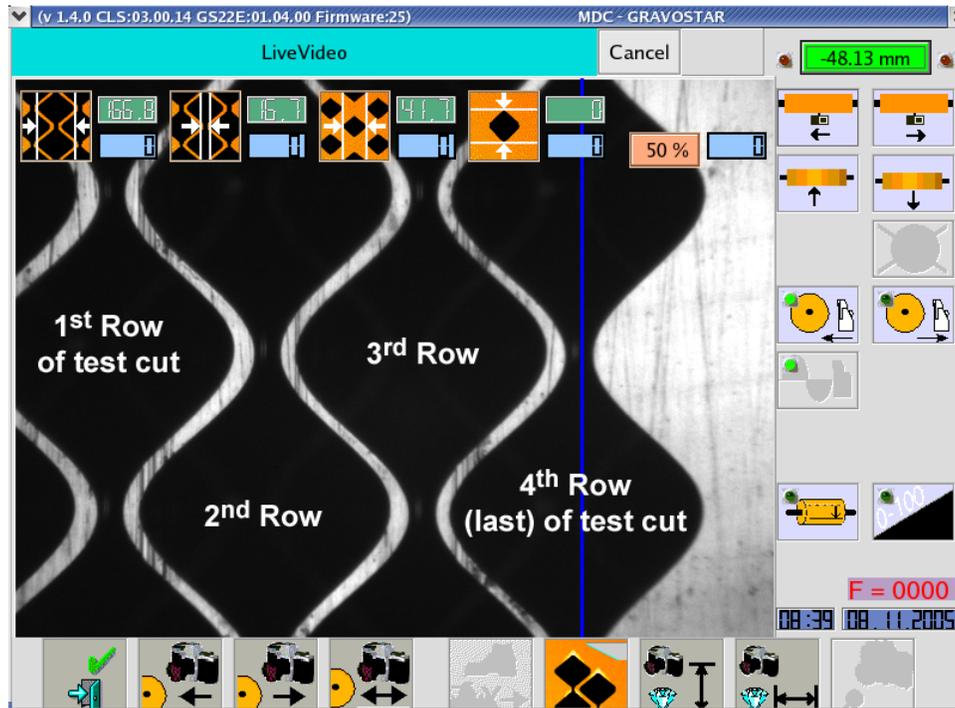
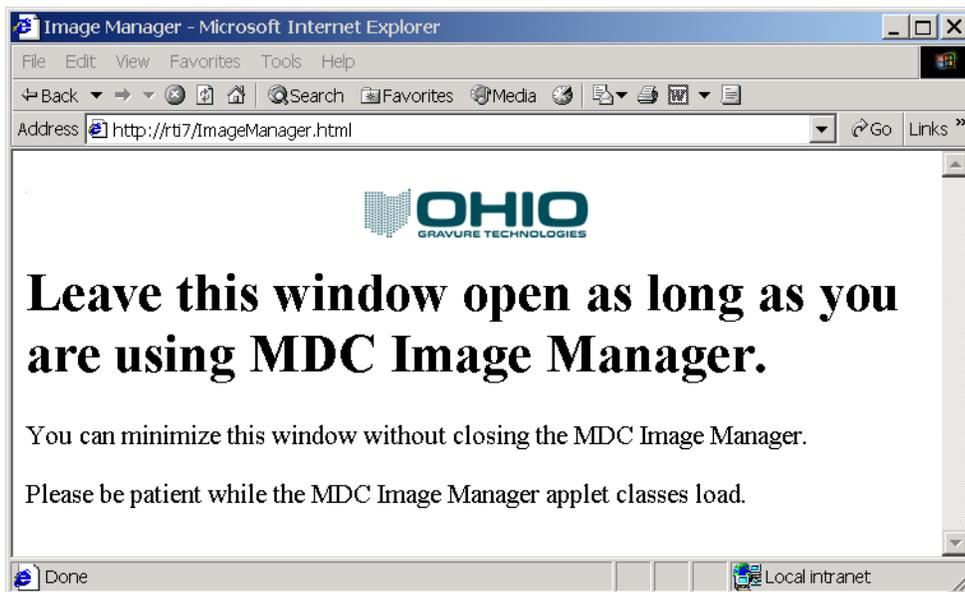

Figura 2 Una alineación correcta de la cámara de VISTA
Figura 1
Una cámara colocada en la ubicación correcta tiene la última fila de la corte de prueba alineado con la línea de alineación azul. La figura 1 muestra la pantalla con la sub-ventana de la alineación visible. La figura 2, con la sub-ventana removida, proporciona una vista más fácil de cómo la última fila de celdas debe caer con respecto a la línea de alineación azul.
4. Coloque el cilindro para mostrar las celdas como se muestra en la Figura 1 y 2.